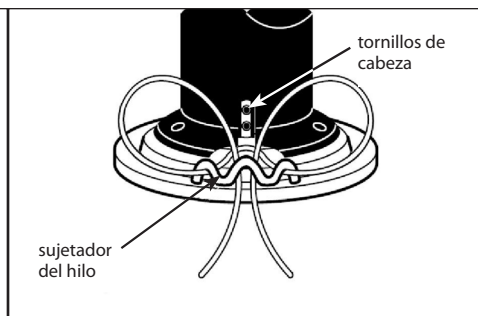

FIGURA 11: Pasar el hilo de la desbrozadora a través de la sujeción central.
4. Luego, tome los extremos del hilo, crúcelos sobre el sujetador y pase los extremos a través de la sujeción central. **CONSULTE LA FIGURA 11.**